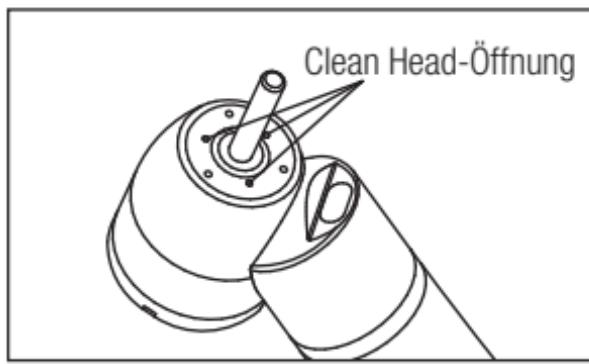

Abb. 6
- 1) Entfernen Sie mit dem Reinigungsdrat und der Bürste (als Zubehör zum Handstück mitgeliefert) Schmutz und Ablagerungen aus den Clean Head-Öffnungen (Abb. 6)